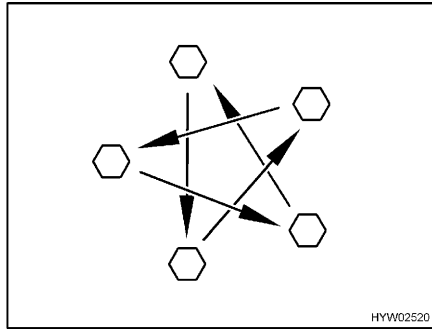

Fig. 224 Serrer en croix les écrous ou les boulons de roue
- Vérifier régulièrement le serrage des écrous ou des boulons de roues. Resserrer tous les écrous ou les boulons de roue 50 km après le changement d'une roue (Fig. 224).
- Si des jantes neuves ou repeintes sont utilisées, alors resserrer les écrous ou les boulons de roue une fois de plus après env. 1 000 à 5 000 km (Fig. 224).
- ▷ Serrer en croix les écrous ou les boulons de roue (Fig. 224).